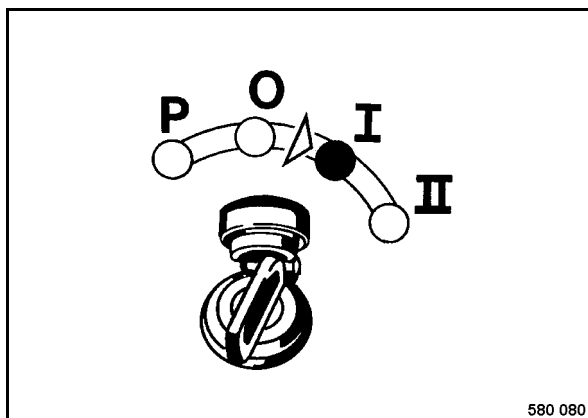

Fig. 35
- Girar la llave de encendido (Fig. 35) a posición „I“.